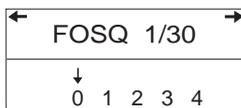

FIGURE 4-9 ÉCRAN FOSQ N°1 SUR 30
2. À partir de l'écran de veille, appuyez sur le bouton **-** pour accéder au premier écran FOSQ, illustré dans la Figure 4-9.